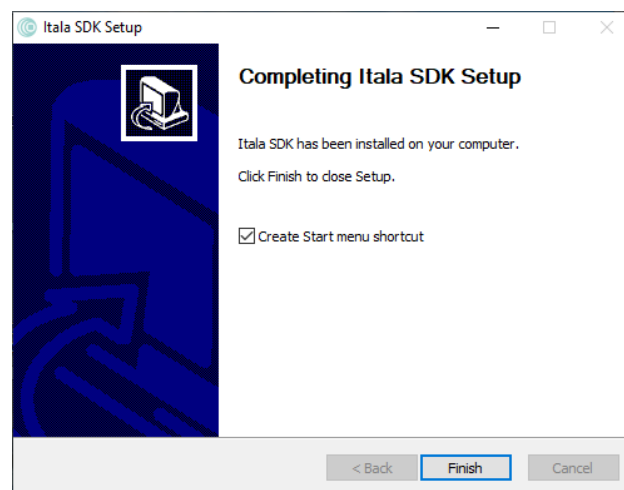

Figure 28: Installazione di Itala SDK completata con successo.
7. L'installazione di Itala SDK verrà eseguita automaticamente. È possibile monitorare la barra di avanzamento per verificare lo stato dell'installazione. Al termine dell'installazione verrà visualizzata una finestra di conferma (Fig.28).